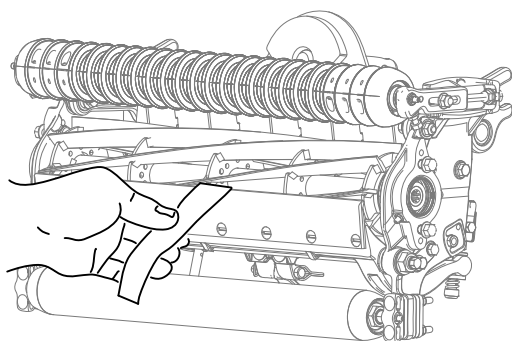

Рисунок 10
12. Проверьте характеристики скашивания, вставив длинную полоску бумаги для проверки Того на производительность среза между барабаном и неподвижным ножом перпендикулярно неподвижному ножу (Рисунок 10).